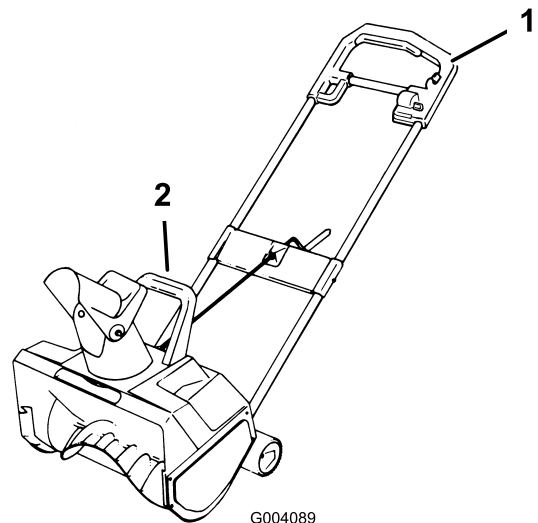

Figure 11
- Om een dikke sneeuwbank te verwijderen, moet u de sneeuwruimer bij de primaire en secundaire handgreep optillen (Figure 11) en op de sneeuwbank plaatsen. Maak gebruik van het gewicht van de sneeuwruimer om de sneeuwbank te verwijderen; beweeg hierbij de machine naar voren en naar achteren.